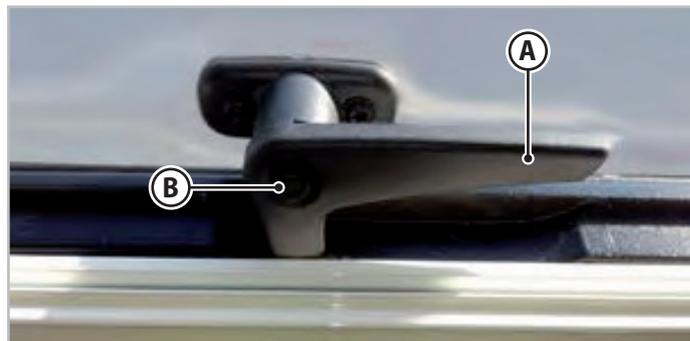

Fig.6.2 - Levier de blocage des baies
1. Appuyer sur le bouton de sécurité (**B** - Fig.6.2) présent sur les leviers de blocage (**A** - Fig.6.2).
2. Dégager tous les leviers de blocage (**A** - Fig.6.2) et les mettre en position verticale.
3. Accrocher tous les leviers de blocage (**A** - Fig.6.2) et les mettre en position de fermeture.
4. S'assurer que le bouton de sécurité (**B** - Fig.6.2) est sorti.